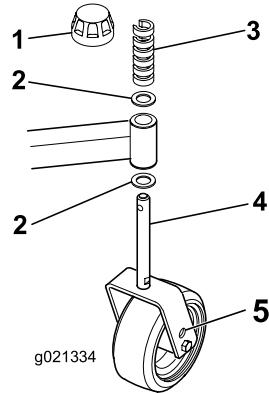
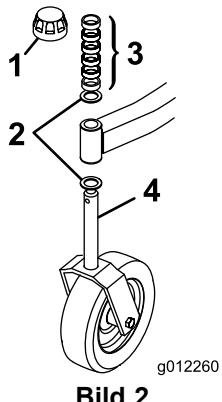

Bild 3
Bild 2
1. Nehmen Sie die Spannkappen von den Spindelwellen ab, und schieben Sie die Distanzstücke und Druckscheiben von der Wellen (Bild 2 & Bild 3).
2. Schieben Sie die Distanzstücke auf die Laufradspindel, um die gewünschte Schnitthöhe zu erhalten; weitere Informationen finden Sie in der Schnithöhtentabelle im Abschnitt Einstellen der Schnitthöhe“ in dieser Anleitung. Schieben Sie eine Druckscheibe auf die Spindel. Drücken Sie die große Laufradspindel durch den vorderen Laufradarm und die kleine Laufradspindel durch den hinteren Laufradarm. Setzen Sie eine weitere Druckscheibe und die restlichen Distanzstücke auf die Spindel auf, und bringen Sie die Spannkappe an, um die Teile zu befestigen (Bild 2 & Bild 3).